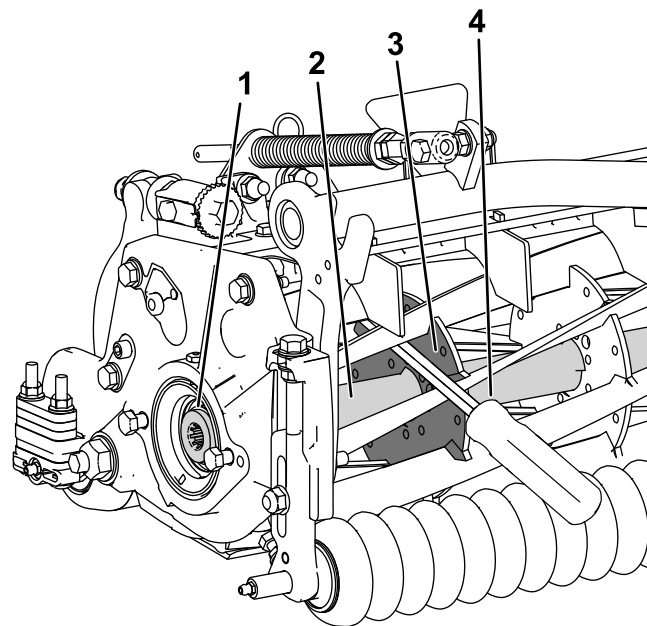

Figura 32
1. Inserite un piede di porco con manico lungo ($\frac{3}{8}$ " x 12" raccomandato con manico a cacciavite) attraverso la parte anteriore del cilindro di taglio, più vicino al lato dell'apparato di taglio da serrare (Figura 32).
2. Posizionate il piede di porco contro il lato di saldatura del rinforzo del cilindro di taglio interno (Figura 32).